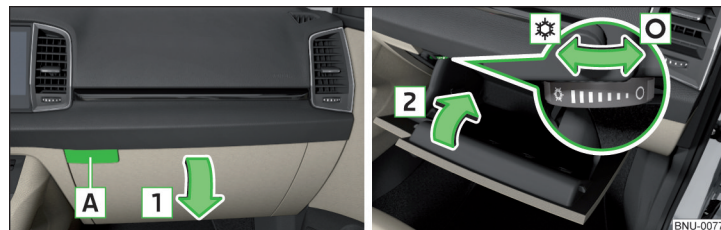

Fig. 116 Operar el compartimento guardaoobjetos / Cerrar el compartimento guardaoobjetos y operar el suministro de aire
- Para **abrir** presionar la tecla **A**. La tapa se abre en el sentido de la flecha **1** » fig. 116.
- Para **abrir**, girar el botón giratorio hasta el tope en la posición ☼ » fig. 116.